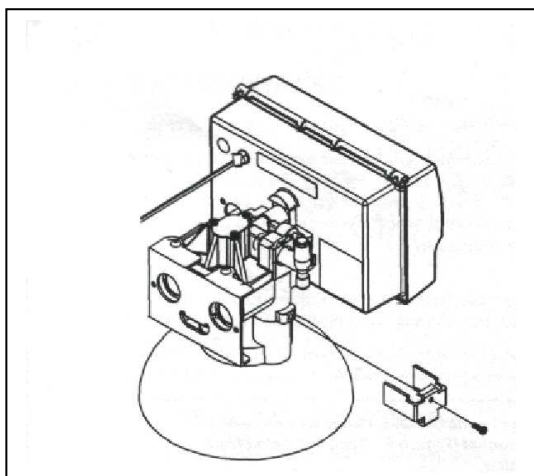

Figure 1
Voir figure 1.
4. Retirer les étriers de fixation en U de chaque côté du module et les installer dans l'autre sens comme indiqué sur la figure 1. Revisser les vis pour assurer l'assemblage.